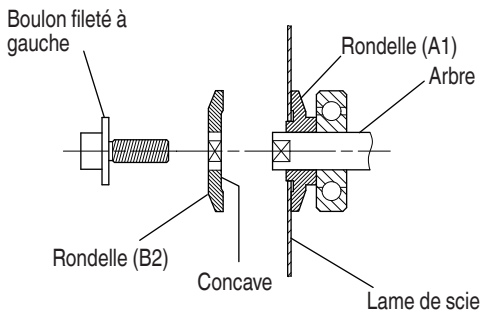

Fig. 5
2. Montage de la lame de scie (Fig. 5)
- (1) Bien retirer toute la sciure qui s'est accumulée sur l'arbre, le boulon et les rondelles.
- (2) Appliquer de l'huile machine de qualité sur les surfaces des rondelles (B2) et (A1) qui entrent en contact avec la lame.
- (3) Comme l'illustre la Fig. 5, un côté de la lame de scie doit se fixer sur le centre de projection de la rondelle (A1) qui correspond au diamètre interne de la lame et l'autre côté sur la partie concave de la rondelle (B2).
- (4) Pour garantir que la lame de scie tourne dans le bon sens, s'assurer que la flèche sur la lame de scie est tournée dans le même sens que celui indiqué par la flèche sur le carter de la scie.
- (5) Serrer manuellement le plus possible le boulon fileté à gauche fixant la lame de scie. Puis appuyer sur le bouton de verrouillage, verrouiller l'arbre et serrer à fond le boulon fileté à gauche avec la clé hexagonale.